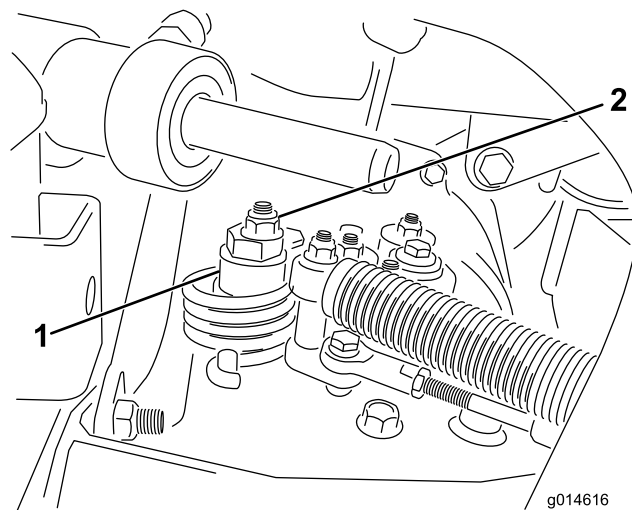

Figure 40
- A. Desserrez l'écrou de fixation de l'excentrique en haut de l'hydrostat (Figure 40).
- C. Tournez l'excentrique jusqu'à ce que la roue ne tourne plus dans aucune direction. Lorsque la route arrête de tourner, serrez l'écrou pour bloquer l'excentrique et le réglage (Figure 40). Vérifiez le réglage avec la commande d'accélérateur en position BAS RÉGIME, puis HAUT RÉGIME.